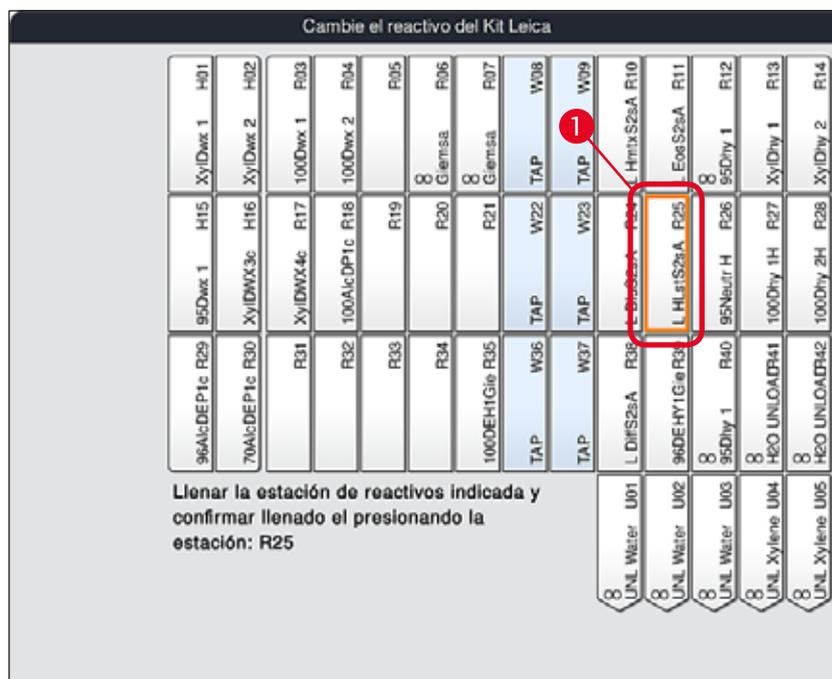

Fig. 59
3. En la nueva ventana **Cambie el reactivo del kit Leica** (→ "Fig. 59"), la estación que se debe llenar está marcada en naranja (→ "Fig. 59-1").